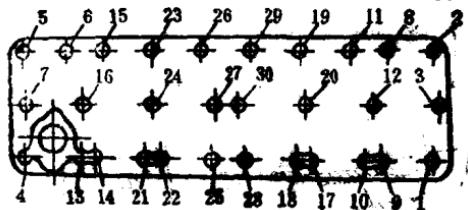

图1-1-3 解放CA15气缸盖螺栓松开顺序
- (1) 拆下进、排气歧管。
- (2) 顶置气门式发动机先拆下气门室罩，卸下摇臂轴支座紧固螺栓，拆下摇臂轴、摇臂，取出所有推杆。
- (3) 按照规定的顺序，如图1-1-3所示，从两端向中间交叉、均匀地松开缸盖螺栓。
- (4) 摆转曲轴，利用气缸压力使缸盖、缸垫分离，拆下